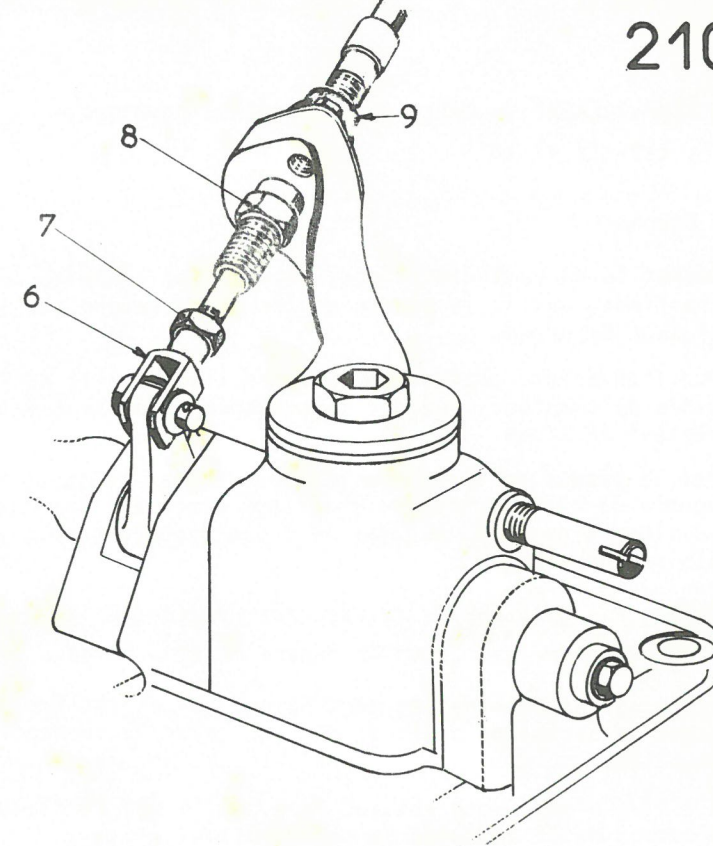

Fig.14
- 2) Désaccoupler la commande de passage des vitesses (Fig 14 et 15). Déposer la goupille (10) la rondelle et l'axe (11). Débloquent l'écrou (7) de la chape (6). Dévisser l'écrou (8) de la rotule, repousser l'ensemble câble et gaine vers l'arrière, pour dégager la chape (6) du levier de commande. Déposer dans l'ordre : La chape (6), le contre-écrou (7) et l'écrou de rotule (8), dégager la commande du support.
Accoupler la commande de passage des vitesses Fig. 14 et 15.
Si la 3ème décroche : Débloquer les écrous (8 et 9) - Fig. 14 et 15), visser de deux tours environ l'écrou (9), serrer l'écrou (8) sans bloquer, puis essayer. Renouveler l'opération si nécessaire, bloquer dès le réglage obtenu.